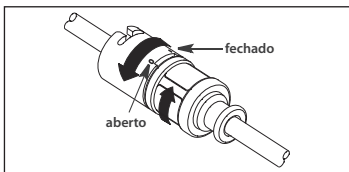

Figura 9
b. Se estiver a utilizar uma proteção contra contaminação do cateter com um adaptador TwistLock, rode a metade superior do conector distal no sentido horário para fixar o cateter em posição. Reposicione a extremidade proximal da proteção do cateter, conforme pretendido. Rode as metades superior e inferior em sentidos opostos, para fixar em posição. Teste o adaptador puxando o cateter com suavidade para garantir uma fixação segura no cateter (ver Figura 9).